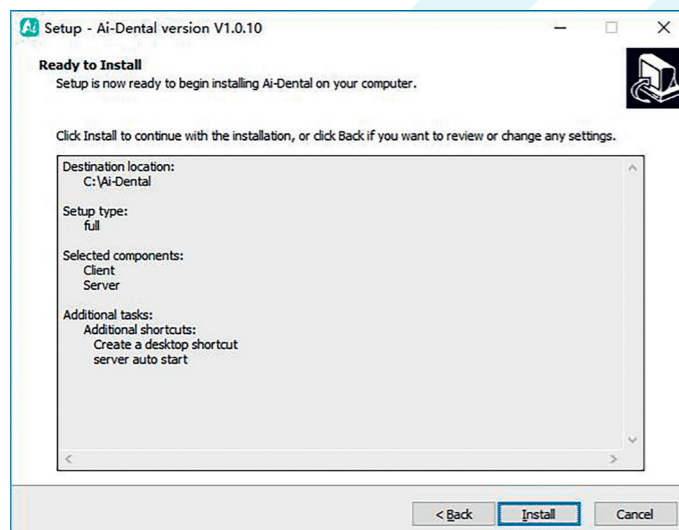

Figura 8
4.1.7 Clique no botão «Install» (Instalar) para iniciar a instalação, conforme mostrado na Figura 8: